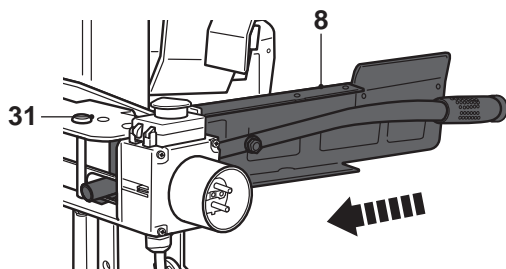

Fig. 3b
- > Faites passer la plaque de fixation [8] par l'ouverture située sous le panneau supérieur [31] (Fig.3b).